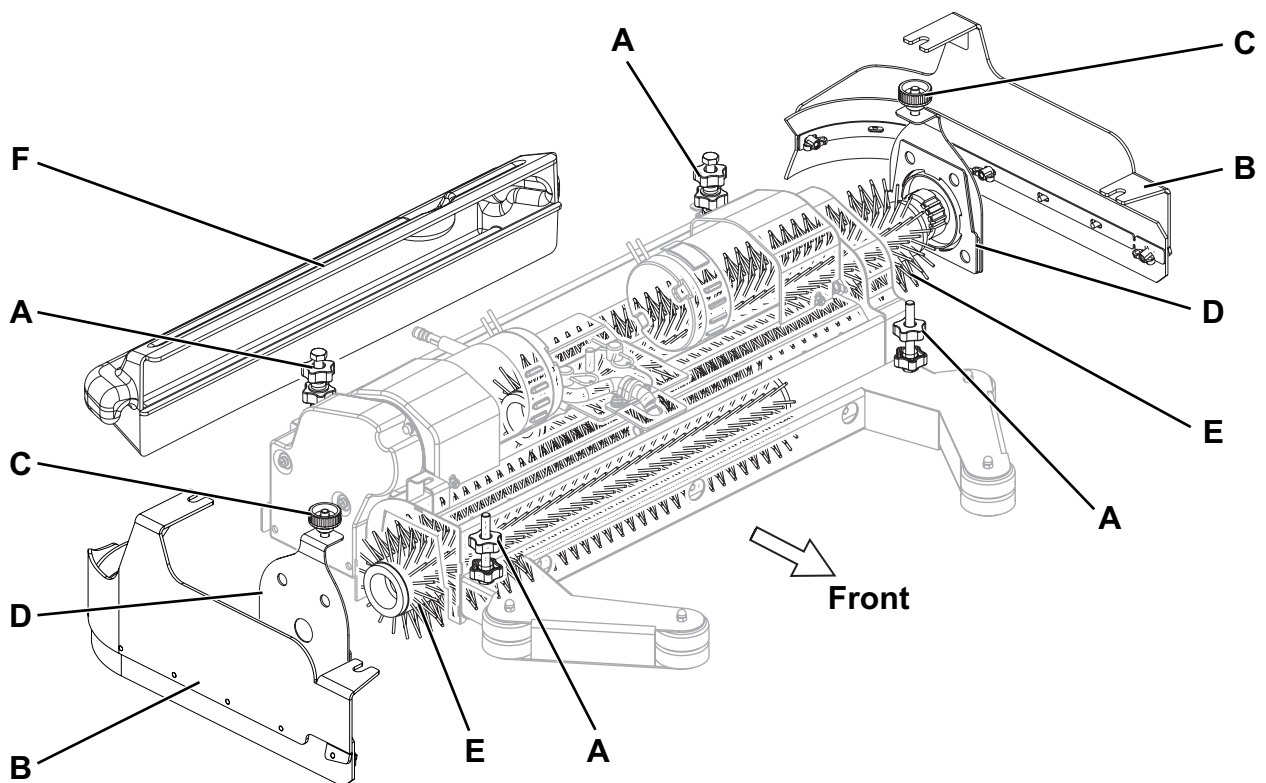

Abbildung 2
- Kopf durch Betätigen der One-Touch-Taste (67) anheben.
- Zündschlüssel (58) in Stellung 0 drehen und abziehen.
- Auf beiden Geräteseiten Knöpfe (A, Abb. 2) lösen und die seitlichen Schmutzfangklappenaggregate (B) entfernen.
- Knöpfe (C) aufdrehen und Klappen (D) durch Herunterdrücken der Knöpfe entfernen.
- Zylinderbürsten (E) einbauen oder Bürsten zur Montage der neuen Bürsten entfernen.